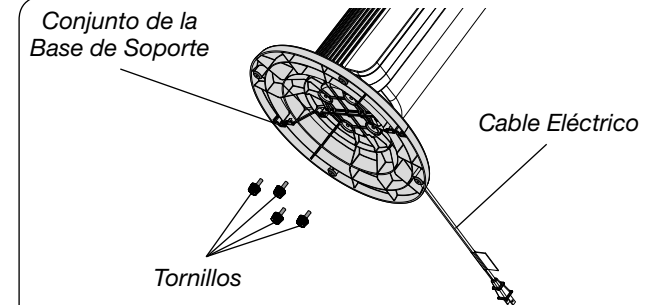

Figura 2
3. Alinee la Montura de la Base de Apoyo con la Base del Motor. Cerciórese de alinear la Llave del Conjunto de la Base de Soporte con la Muesca Localizadora de la Base Del Motor. Adose la Montura de la Base de Apoyo a la Base del Motor con Tornillos (Figura 2).